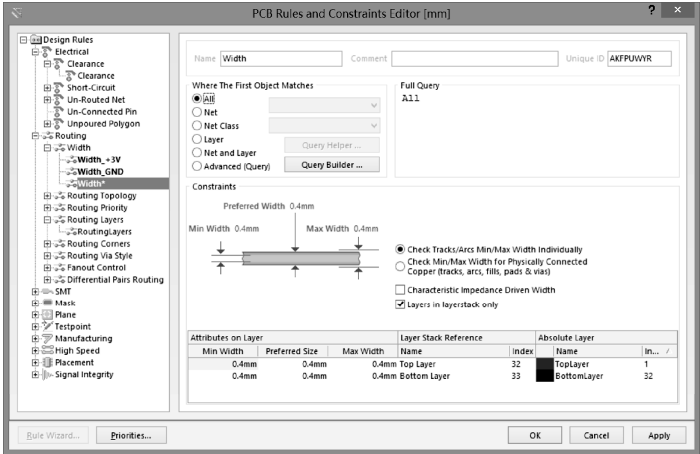

图 7-2-28 设置其余线线宽规则
④ 设置其余线的线宽规则 Width, 如图 7-2-28 所示。
⑥ 单击【Close】按钮，返回图 7-2-28 所示的对话框，单击右下角的【Apply】按钮，再单击【OK】按钮，完成了线宽规则设置。